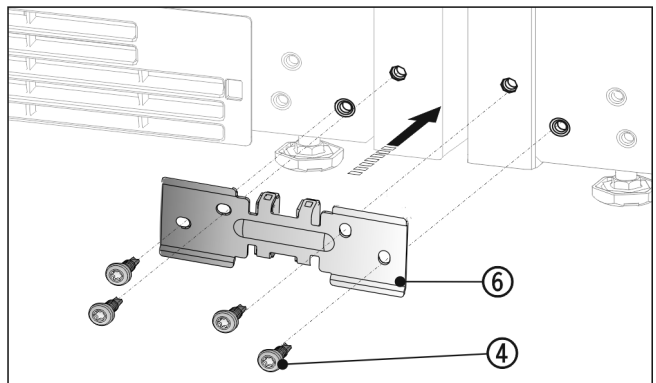

Fig. 17
- Pousser l'équerre Fig. 17 (6) avec l'entretoise entre les appareils et visser sans serrer avec 4 vis Fig. 17 (4).